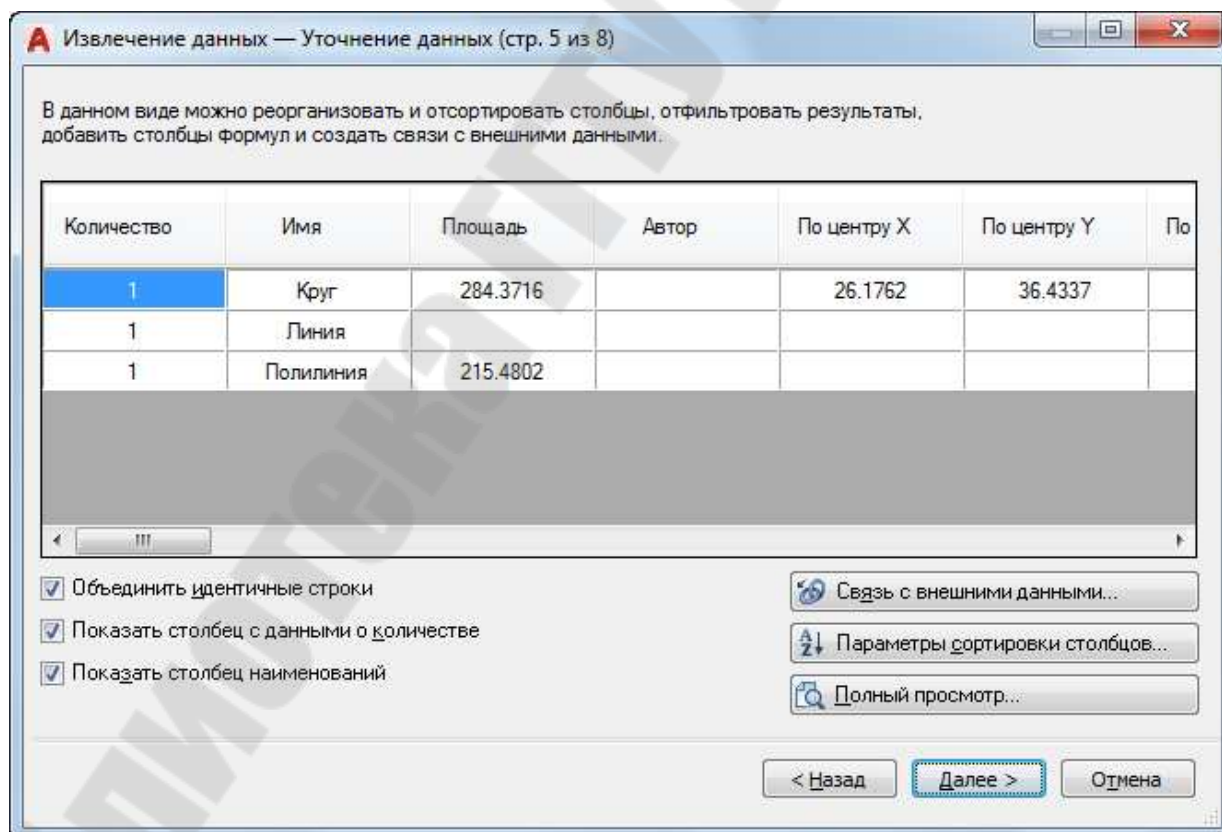

Рис. 2.143 Диалоговое окно «Извлечение данных – Уточнение данных»
**Шаг 5. Уточнение данных** – управление структурой таблицы извлечения данных: изменение порядка и сортировка столбцов, фильтрация результатов, добавление столбцов формул и итоговые строки, а также создание связи с данными таблицы Excel (рис. 2.143).